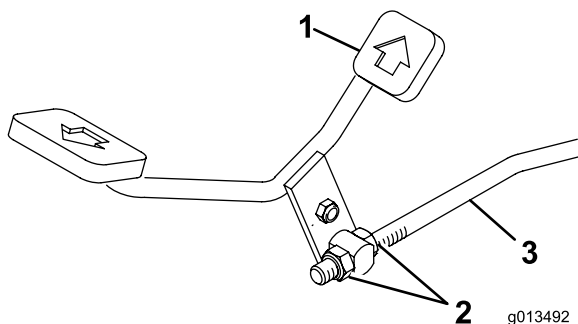

Figura 22
- Liberte as porcas de bloqueio da barra de controlo (Figura 22).